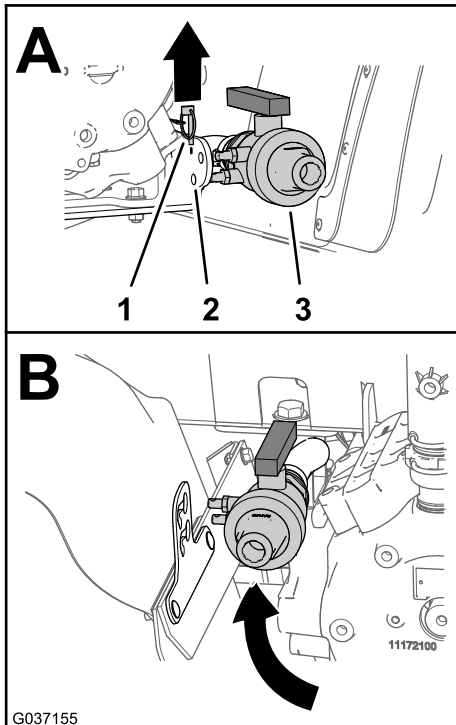

Figura 14
1. Retire el pasador de seguridad que sujeta la válvula de drenaje al soporte de la bomba del fumigador (Figura 14).
2. Sitúe la válvula de drenaje entre la aleta izquierda trasera y la bomba del fumigador (Figura 14).